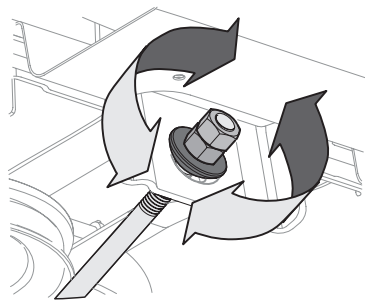

Figura 25
4. Para **elevar** el frente de la plataforma, afloje la tuerca exterior y luego apriete (rosca hacia adentro) la tuerca interior contra el soporte de suspensión delantera (Figura 25). Cuando se logre el torque correcto, vuelva a apretar la tuerca exterior hasta 25-30 pies-libras (34-41 N-m).
5. Para **bajar** el frente de la plataforma, afloje la tuerca exterior y luego afloje (rosca hacia afuera) la tuerca interior, alejándola del soporte de suspensión delantera (Figura 25). Cuando se logra el ajuste correcto, vuelva a apretar la tuerca exterior.